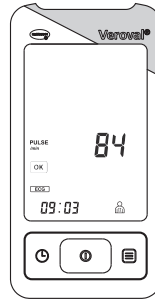
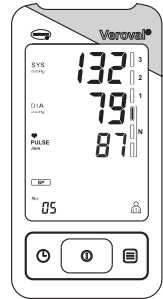

Abb. 1
Abb. 2
- Das Veroval® EKG- und Blutdruckmessgerät speichert insgesamt bis zu 64 Messungen EKG (Abb. 1) und/oder Blutdruck (Abb. 2) inkl. Datum und Uhrzeit der Messung je Benutzerspeicher.